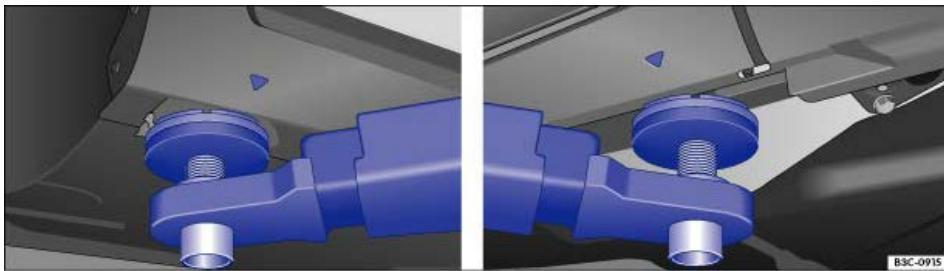

Abb. 277 Anheben mit der Hebebühne: Aufnahmepunkte bei Fahrzeugen ohne Abdeckungen.
Das Fahrzeug darf nur an den in der Abbildung gezeigten Aufnahmepunkten ⇒ Abb. 277 angehoben werden. Wenn das Fahrzeug nicht an den gezeigten Aufnahmepunkten angehoben wird, können Schäden am Fahrzeug ⇒  und schwerwiegende Verletzungen die Folge sein ⇒ .
- Fahrzeug nur an den in der Abbildung ⇒ Abb. 277 gezeigten Aufnahmepunkten anheben. Wenn das Fahrzeug nicht an den gezeigten Aufnahmepunkten angehoben wird, kann das Fahrzeug von der Hebebühne fallen, wenn z. B. der Motor oder das Getriebe ausgebaut wird.